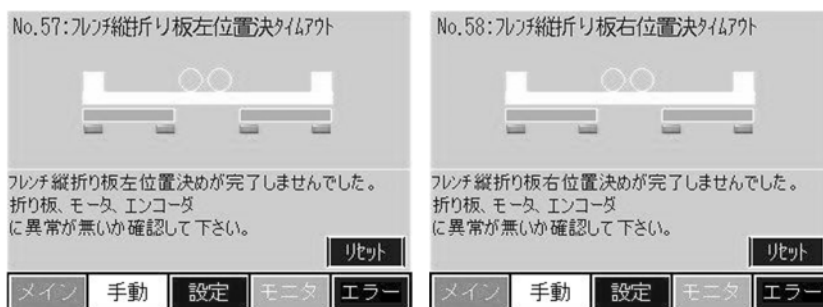

Figure 7-62
7.9.12 No.57,58 フレンチ縦折り板位置決めタイムアウト (Figure 7-62)